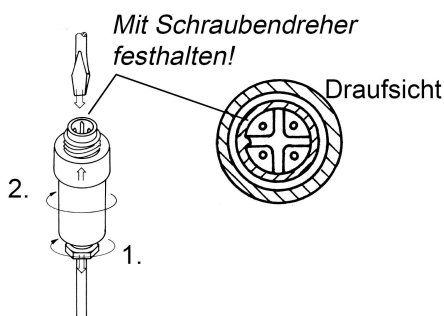

Abb. 05
1. Kabelverschraubung im Uhrzeigersinn lösen, siehe Abb. 05.